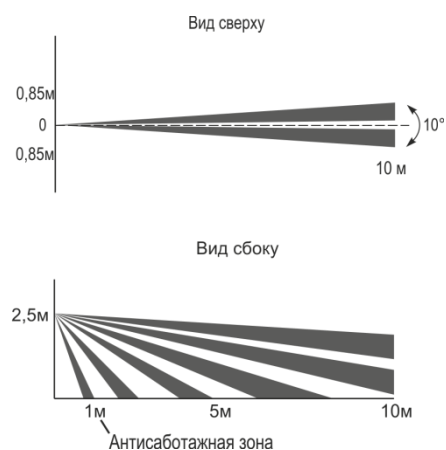

Рисунок 2.2 - Диаграмма поверхностной зоны обнаружения (исполнение Б)
- поверхностная (диаграмма поверхностной зоны обнаружения – рис. 2.2)